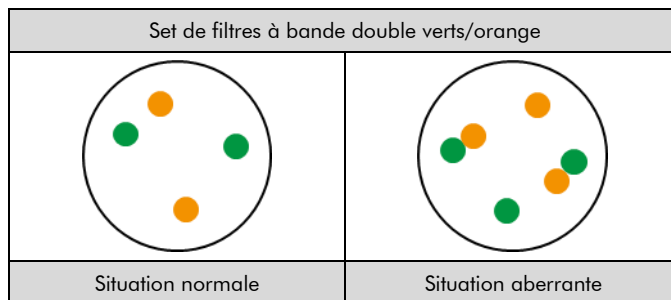

Fig. 2 : Résultats attendus dans les noyaux en interphase normaux et présentant une aberration
**Situation normale :** Dans les interphases de cellules normales ou de cellules sans translocation impliquant les régions géniques respectives, deux signaux verts et oranges distincts apparaissent (voir figure 2).
**Situation aberrante :** Une fusion de gènes est indiquée par un signal orange distinct, un signal vert distinct et deux signaux orange/vert de fusion (voir figure 2).